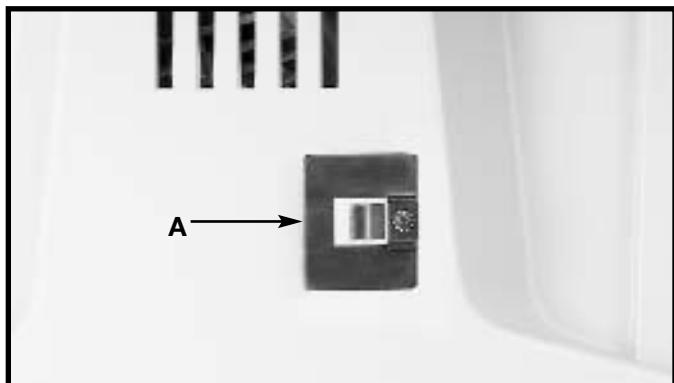
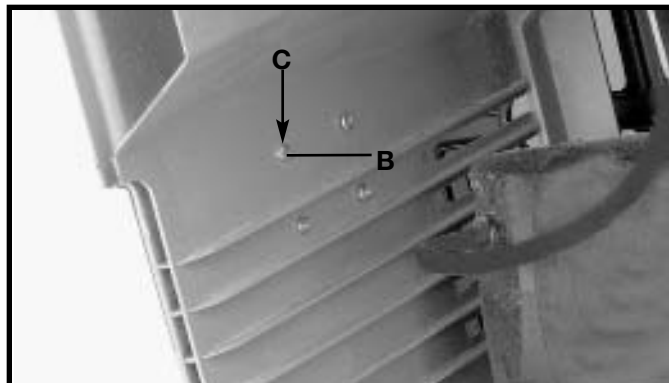

Fig. 21
Fig. 22
- 2. Fixer le porte-jauge à onglet (A) fig. 21 au côté gauche de l'armoire de la scie à l'aide de quatre vis M4x de 0,2 x 10 mm (B) fig. 22, et de rondelles plates de 3/16 po (4,8 mm) (C) depuis l'intérieur de l'armoire de la scie.